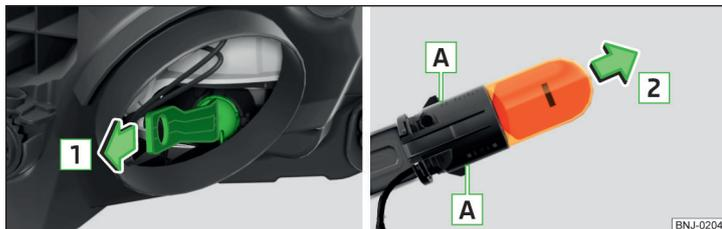

Abb. 214 Glühlampe für Blinklicht wechseln
- Den Sockel mit der Glühlampe mit Wackelbewegungen in Pfeilrichtung **1** » Abb. 214 herausziehen.